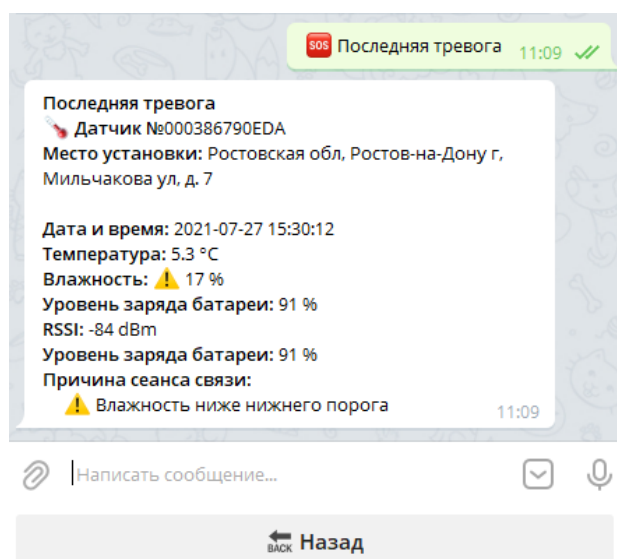

Рисунок 9 – Обращение к кнопке «Последняя тревога» и отображение данных
–  Последняя тревога – отображение сведений о последней тревоге (нарушении температурно-влажностного режима) датчика (Рисунок 9).